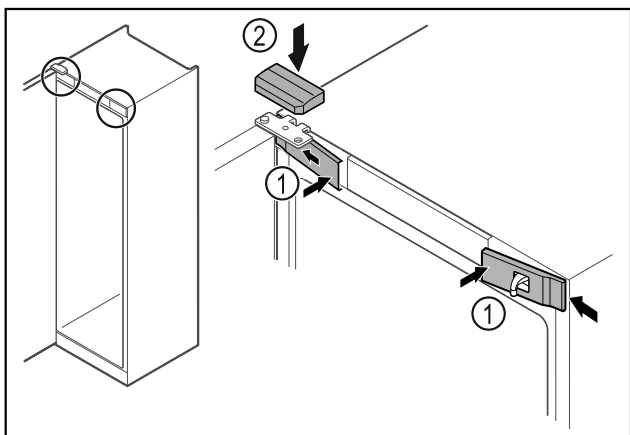

Fig. 47
- Закачете предните капаци Fig. 47 (1) от страни и фиксирайте.
- Фиксирайте горния капак Fig. 47 (2) отгоре.